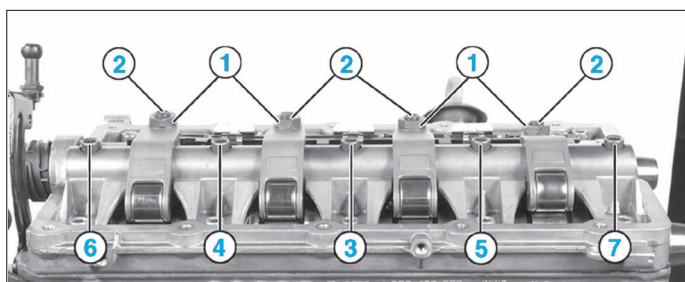
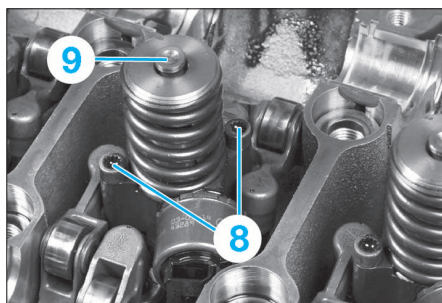

FIG. 46
FIG. 47
- les contre-écrous (1) des vis de réglage des culbuteurs (2) (Fig.46).
- chaque vis de réglage (2) jusqu'à ce que le culbuteur concerné soit en appui sur le ressort du poussoir de l'injecteur-pompe.
- Déposer les vis (3), (6) et (7).
- Desserrer progressivement et en plusieurs passes les vis (4) et (5) puis les déposer.
- Desserrer les vis de fixation (8) de serrage (Fig.47).